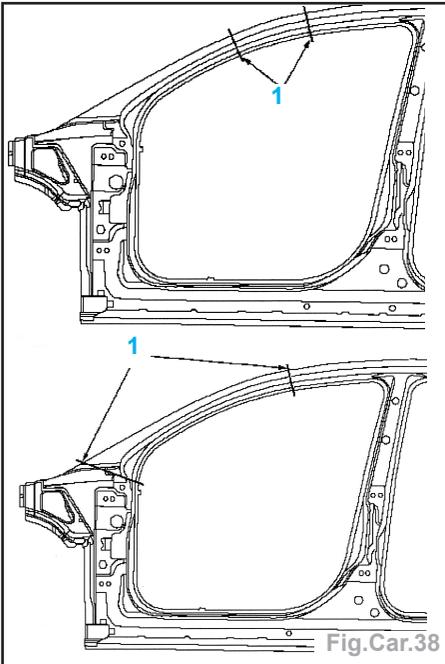

Fig.Car.38
- Déposer par perçage le montant A sup. (1) (Fig.Car.38).